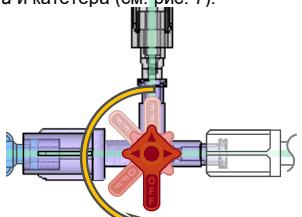

Рис. 7 — возобновление экономии
- b. Чтобы возобновить экономию контрастного вещества, установите запорный кран DyeVert Power XT Stopcock в такое положение, при котором он будет включен для запорного крана выбора клапана и катетера (см. рис. 7).